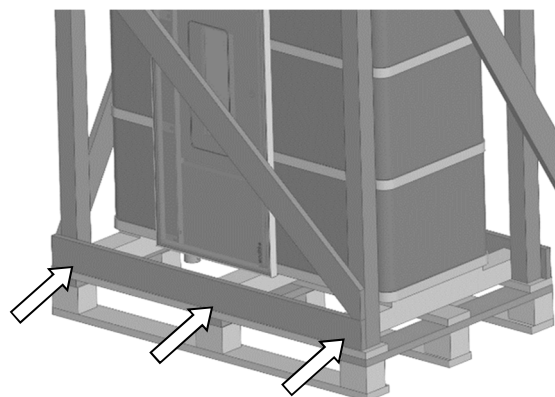

Abb. 3: Position Schrauben Querseite
2. Die Kreuzschlitzschrauben auf der Querseite herausdrehen (Abb. 3).